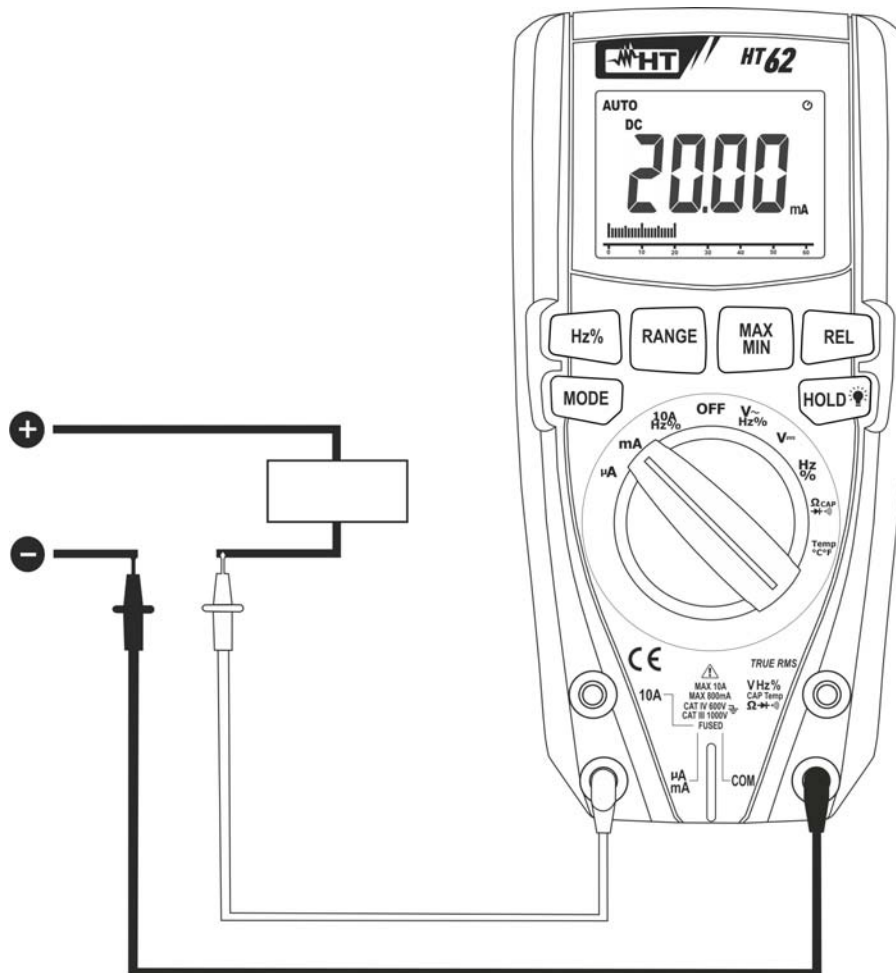

Abb. 9: Verwendung des Gerätes für Gleichstrommessung
4. Verbinden Sie die rote und die schwarze Messleitung in Reihe mit dem Kreis, dessen Strom Sie messen möchten, und dabei achten Sie auf die Strompolarität und -richtung (siehe Abb. 9).
7. Das Symbol "-" auf dem Display des Gerätes gibt an, dass der Strom die umgekehrte Richtung mit Bezug auf den Anschluss in Abb. 9 hat.